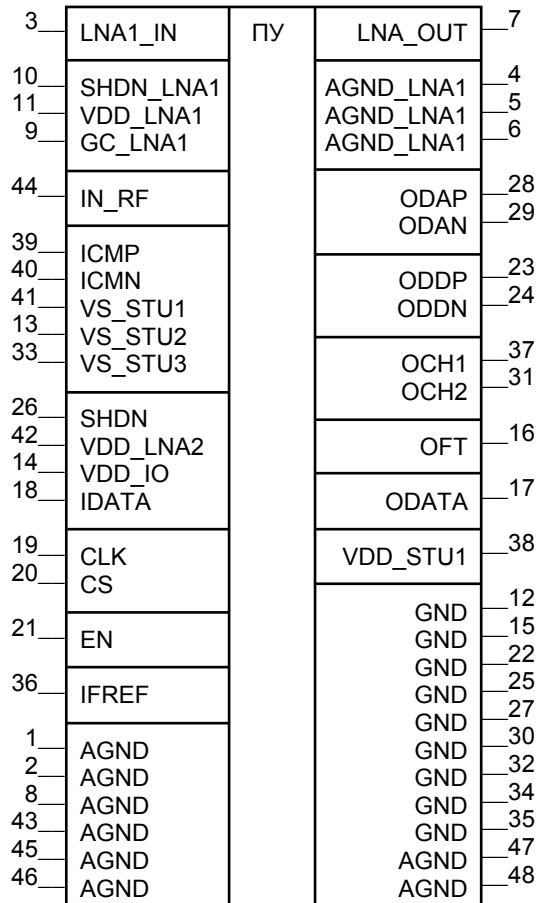

Рисунок 2 – Условное графическое обозначение микросборок ПУ
3.2 Условное графическое обозначение микросборок ПУ представлено на рисунке (Рисунок 2).